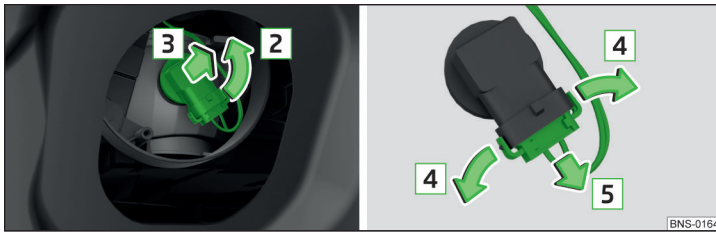

Abb. 373 Glühlampe für Nebelscheinwerfer wechseln
- › Die Fassung mit der Glühlampe bis zum Anschlag in Pfeilrichtung **2** drehen » Abb. 373.